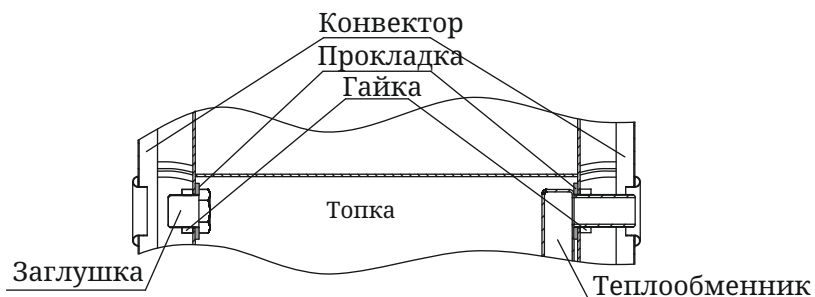

Рисунок 14. Демонтаж теплообменника
3. Снять теплообменник (рисунок 14), открутив гайки 2 шт., и вынув его из отверстий, прокладки остаются на штуцерах;